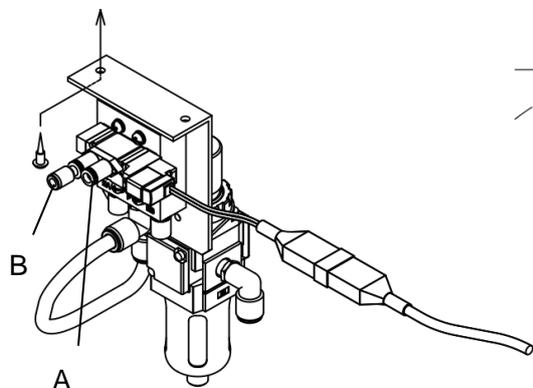

図 4
- (1) ミシンテーブル下面に図 4 のレギュレータ・電磁弁組立を付属の木ネジ (2本) にて固定します。